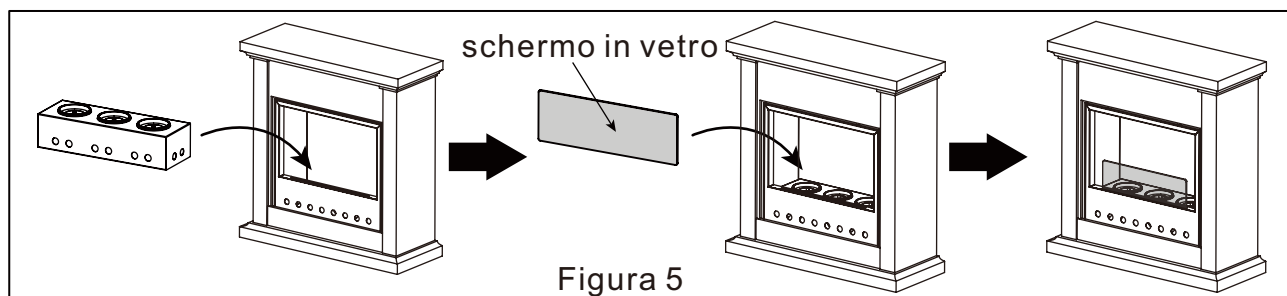

Figura 5
(2). Posizionare il focolare in basso al centro del corpo del caminetto, quindi inserire con cura e attenzione lo scudo di vetro nella scanalatura, assicurandosi che sia dritto verso l'alto (vedere la Figura 5).